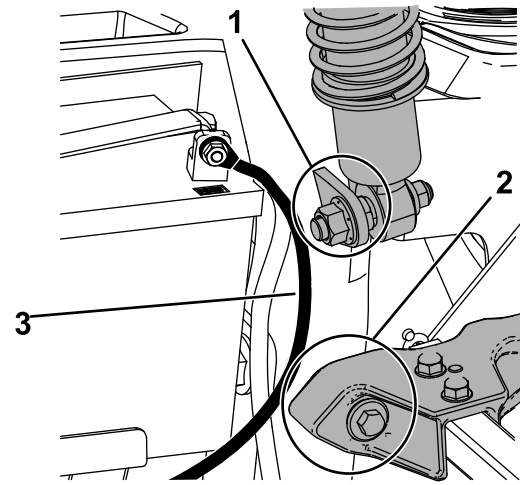

Figura 52
**Nota:** Para máquinas MyRide, certifique-se de que o cabo de ligação à terra não roça contra o braço do atrelado ou montagem do amortecedor inferior (Figura 52).